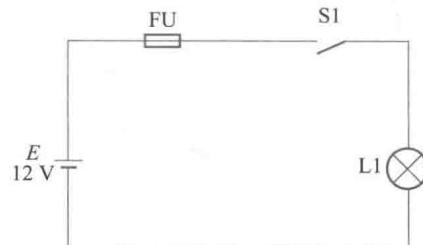

图 1-4 简单电路
4. 如图 1-4 所示连接电路,然后合上开关。
5. 写出图 1-4 所示电路的电流路径。
2. 若如图 1-4 所示连接电路,合上开关,但灯不亮,而蓄电池(电源)、开关、导线及连接确认良好,问题可能出在什么地方?